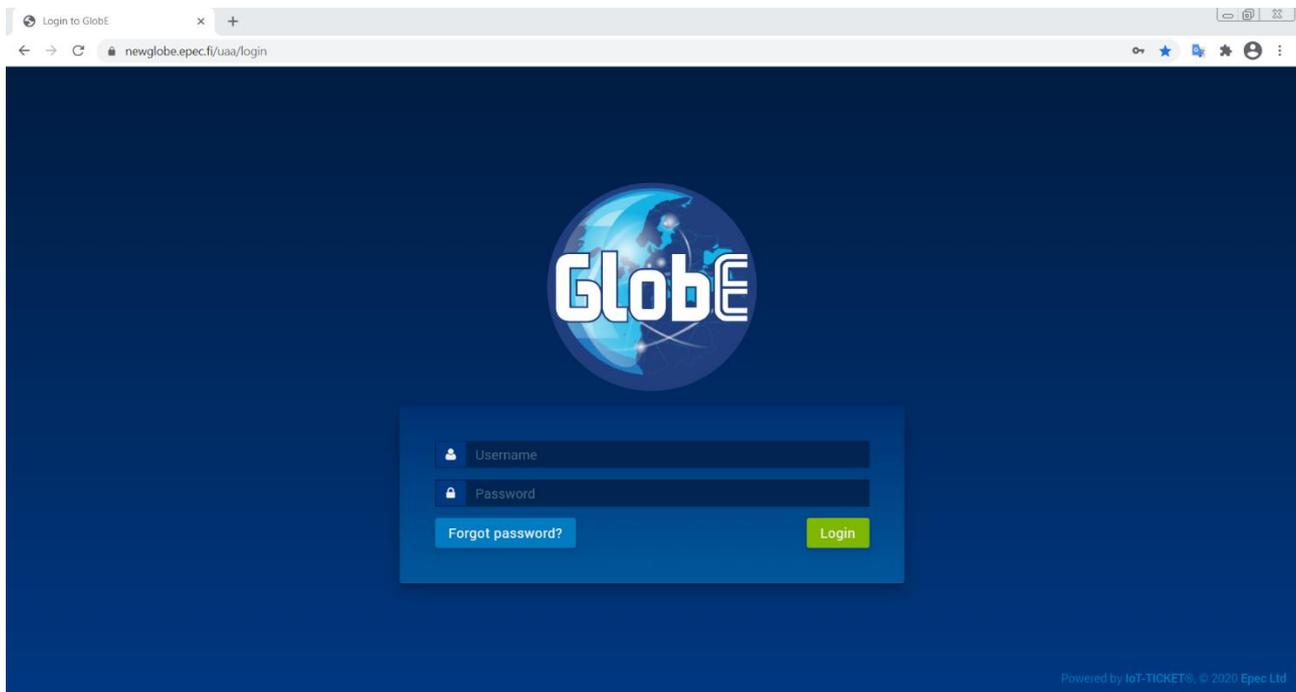

Figura 2
Per accedere al portale collegarsi tramite un qualsiasi browser web al sito <https://newglobe.epec.fi/uaa/login> come mostrato in *Figura 2*.
- punto **e**: è fondamentale per accedere al portale GLOBE in quanto lo “User ID” corrisponde allo “Username” mostrato in *Figura 2*.